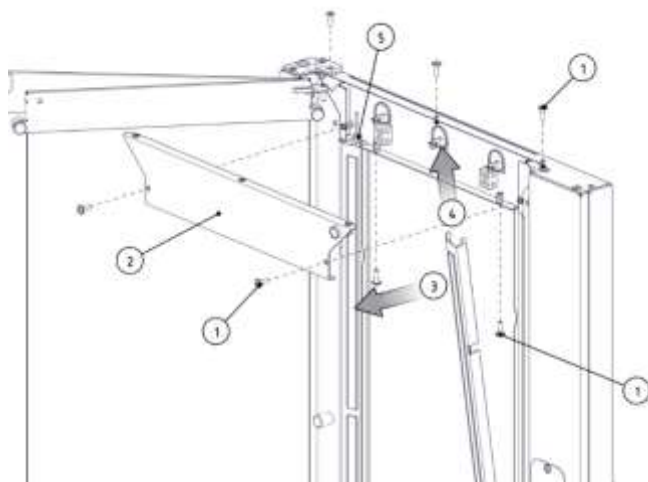

Рис. 29 – Замена светодиодных светильников
3. Открутите винты 1 крепления рамки и снимите панель (поз.2, рис. 29);
4. Снимите плафон освещения последовательными движениями 3 и 4 (рис. 29);
5. Отклейте повреждённую ленту и отсоедините от неё коннектор (поз.5, рис. 29);